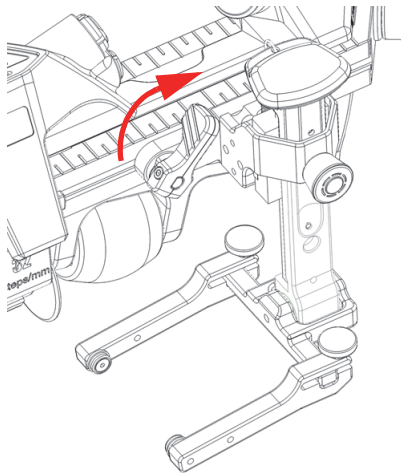

图 2-8 探头托架被锁定到位
4. 顺时针旋转定位杆，将探头托架锁定到位（参见第42页的图 2-8）。